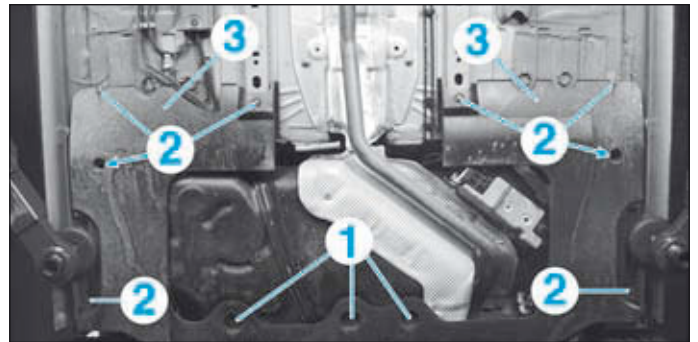

FIG.62
- les agrafes (1) (Fig.62),
- les écrous (2),
- les protections (3).